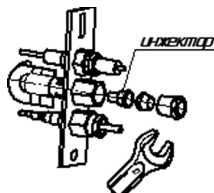

Рисунок 17
- пилотная горелка - заменить инжектор (Рис.17) для природного газа (Ø,41мм), на инжектор для сжиженного газа (Ø0,25мм);